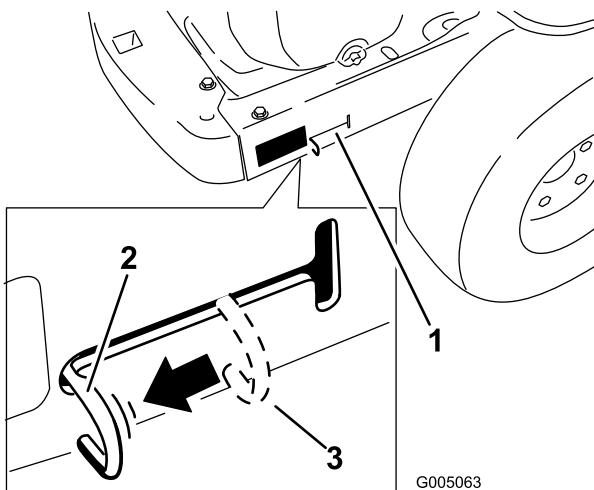

Figura 18
4. Spostate le leve by-pass indietro e poi verso il basso per bloccarle in posizione come riportato nella Figura 18 per disinserire i motori della ruota. Ripetete l'operazione su ciascun lato della macchina.
Spostate le leve by-pass verso l'alto e spingetele in avanti, fino a metà della scanalatura orizzontale (Figura 18) per innestare i motori della ruota.